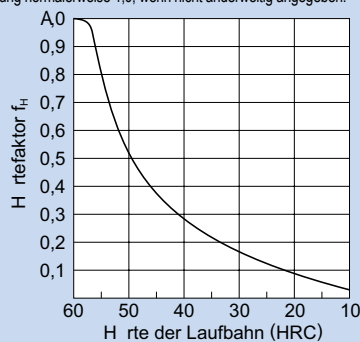

Abb. 1
- C : Dynamische Tragzahl\*1 (N)
- PC : Berechnete Belastung (N)
- fH : Härtefaktor (siehe Abb. 1)